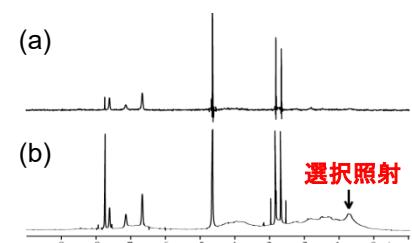

図4 ヒト血清アルブミンとサリチル酸の相互作用（STD法）
- STD法の測定手法を図3に、応用例を図4に示します。タンパク質によるシグナルが効率よく消去され、リガンド分子のシグナルが鮮明に表れていることが分かります。